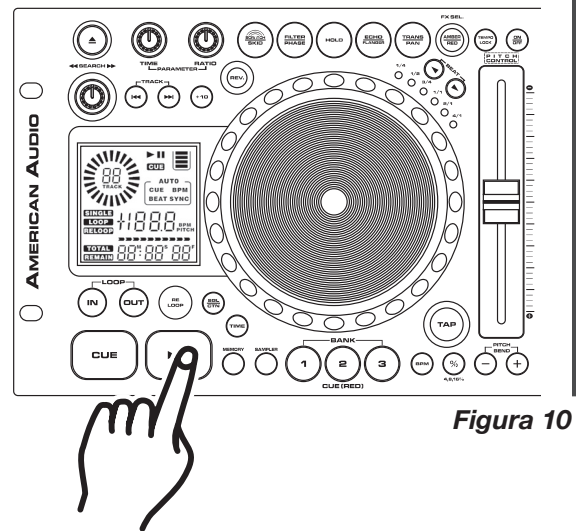
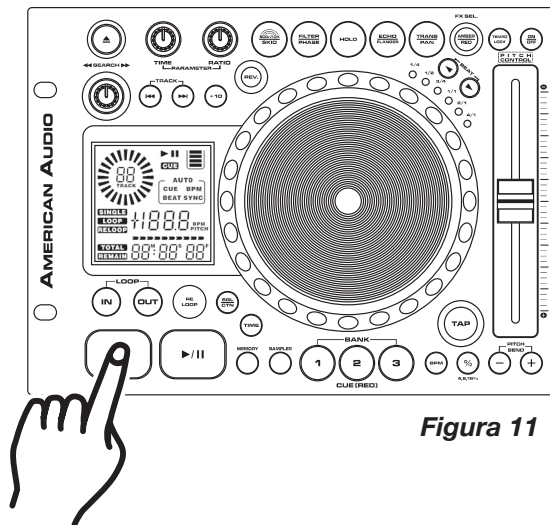

Figura 10
Figura 11
3. INICIO DE LA REPRODUCCIÓN - Figura 10
- 1) Presionar el botón PLAY/PAUSE (32) mientras la pista está sonando. Así se hará una pausa durante la reproducción a partir del punto exacto en que se pulsó la tecla PLAY/PAUSE BUTTON (32).
- 2) Al presionar el botón CUE (33) mientras está sonando un tema, se hace una pausa en la reproducción y la pista vuelve al último punto de referencia que se había fijado.
6. PAUSA - Figura 10
Esta función permite pasar una pista cuadro por cuadro y así encontrar y establecer un punto de referencia, muestra o rulo. Para emplear esta alternativa primero se debe pasar a modo de pausa (ver sección 5) o modo de referencia (ver sección 9) y a continuación girar la rueda de búsqueda JOG WHEEL (20) para desplazarse a través de una pista (Figura 12). Al girar la rueda en el sentido de las agujas del reloj, la búsqueda por cuadros se realiza hacia adelante; por el contrario, si la rueda se gira en sentido inverso al de las agujas del reloj, la búsqueda por cuadros se realiza hacia atrás. Cuando se utiliza la rueda de búsqueda (20), la función de monitoreo (nivel de auricular) permite oír los cuadros que se van pasando. Una vez encontrado el punto de inicio deseado, puede establecerse un punto de referencia (inicial) presionando el BOTÓN PLAY/PAUSE (32), como se indica en la Figura 10. Al pulsar el BOTÓN CUE (33), como se ilustra en la Figura 11, se vuelve al punto inicial que acababa de fijarse.